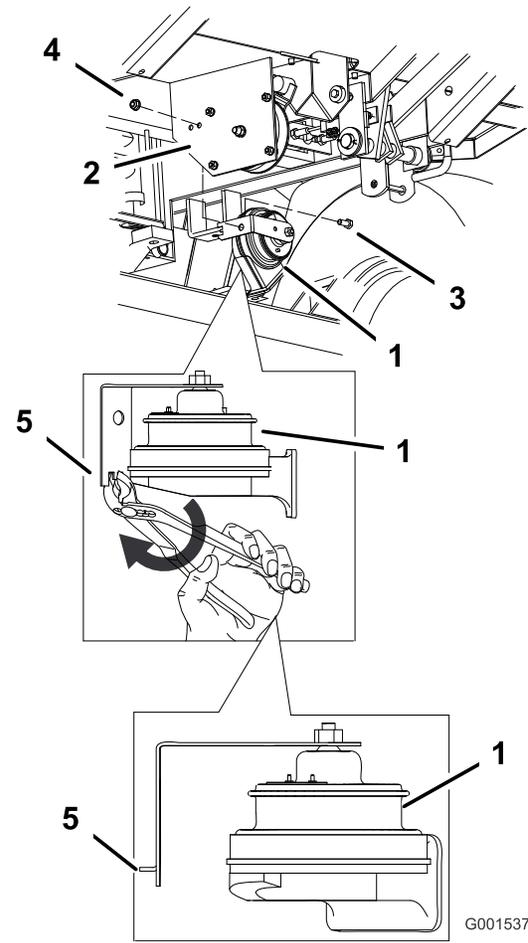

Figura 4
- Doble la pestaña central del extremo del soporte en un ángulo de 90 grados (Figura 4).
- Introduzca la pestaña doblada en el taladro trasero perforado anteriormente. Sujete el claxon a la chapa del embrague con un perno (5/16 x 3/4 pulgada) y una tuerca con arandela prensada (5/16 pulgada) (Figura 4).